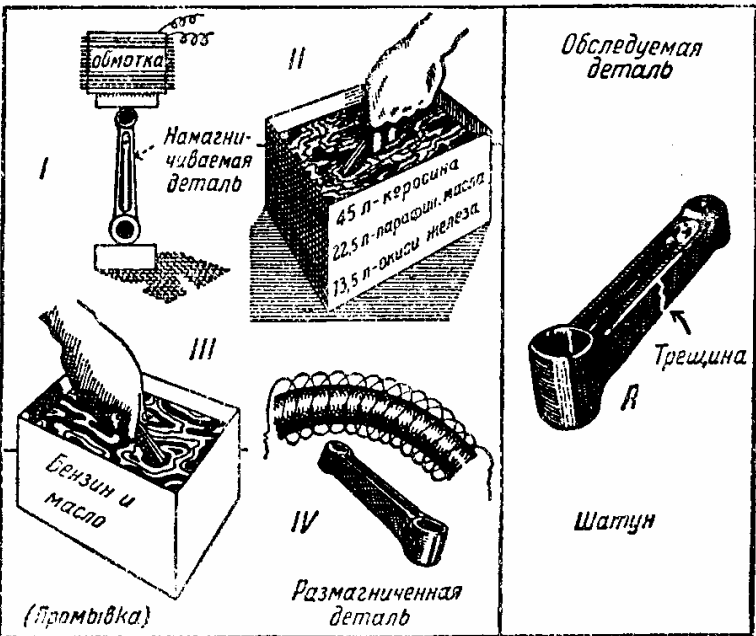

Рис. 322.
Рис. 322. Все части, входящие в конструкцию авиационного мотора, должны быть самым тщательным образом осмотрены. Так как невооруженным глазом невозможно увидеть все дефекты, особенно в стальных частях, то приходится прибегать к способу «электромагнитного исследования». Часть, подлежащая осмотру, намагничивается в течение 0,5 секунды, как показано в 7, затем погружается в ванну II, наполненную реактивами, перечисленными на рисунке. Если в металле имеются дефекты, частицы окиси железа выявят слабые места (А). Затем осматриваемая часть промывается в ванне III и размагничивается (IV)